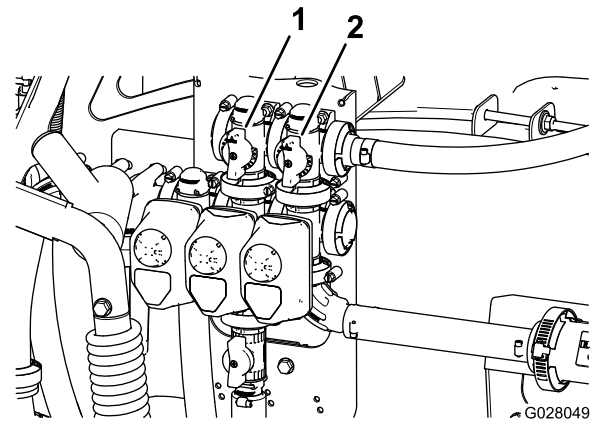

Figura 20
11. Ajuste a válvula de derivação de agitação (Figura 20) na parte posterior da válvula de agitação até que a pressão indicada no medidor seja 6,9 bar.
9. Ajuste o manípulo de derivação principal das secções para controlar a quantidade de agitação que ocorre no depósito (Figura 20)